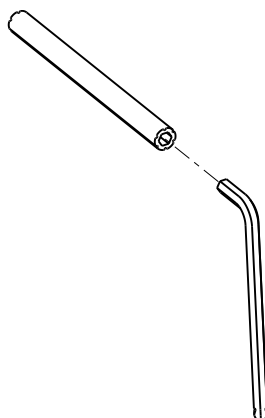

Figura 18 – Llave hexagonal y extensión de la herramienta de extracción
2. Retire la llave hexagonal y la extensión de la herramienta de extracción del conjunto de la cubierta central (Figura 18).